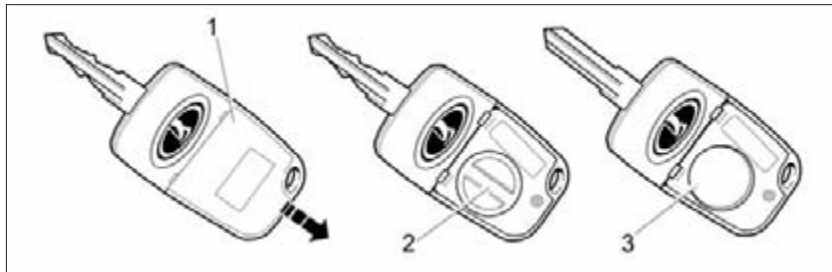

Рис. 53. Замена элемента питания пульта дистанционного управления
- откройте крышку 1 (рис. 53) на пульте, сдвинув её в направлении стрелки;